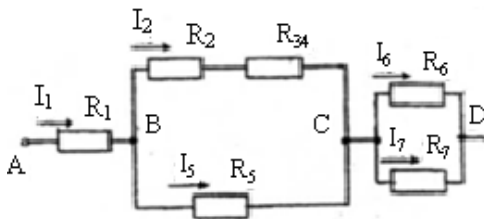
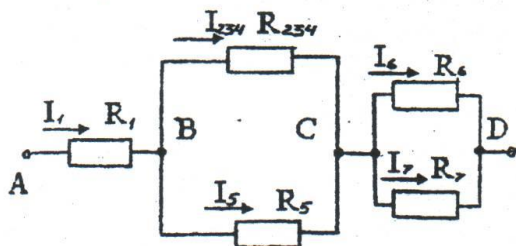

Рис. 6
Рис. 7
2. Резисторы R_2 и R_{34} (см. рис. 6) соединены последовательно, их общее сопротивление $R_{2-4} = R_2 + R_{34} = 20 + 40 = 60 \text{ Ом}$. Соответствующая схема приведена на рис. 7
По ходу решения задачи можно проверять правильность ее решения. Так, на основании третьего свойства последовательного соединения следует, что $U = U_{AD} = U_{AB} + U_{BC} + U_{CD} = 70 + 120 + 60 = 250 \text{ B}$, что соответствует заданному напряжению. Зная напряжения на участках ВС и СД, определим токи в ветвях (см рис. 7)
11. Для определения токов резисторов R_3 и R_4 предварительно найдем напряжение на резисторе R_{34} (рисунок 6), которое эквивалентно им $U_{34} = I_{34} \cdot R_{34} = 2 \cdot 40 = 80B$
Это можно сделать двумя способами: на основании закона Ома $U_2 = I_2 \times R_2 = 2 \cdot 20 = 40 B$ или на основании третьего свойства последовательного соединения. На участке ВС верхняя ветвь представляет собой последовательное соединение резисторов R_2 и R_{34} (см рис. 6), поэтому $U_{BC} = U_2 + U_{34}$, отсюда $U_2 = U_{BC} - U_{34} = 120 - 80 = 40 B$. Переходим к определению мощности, потребляемой цепью и каждым резистором в отдельности.